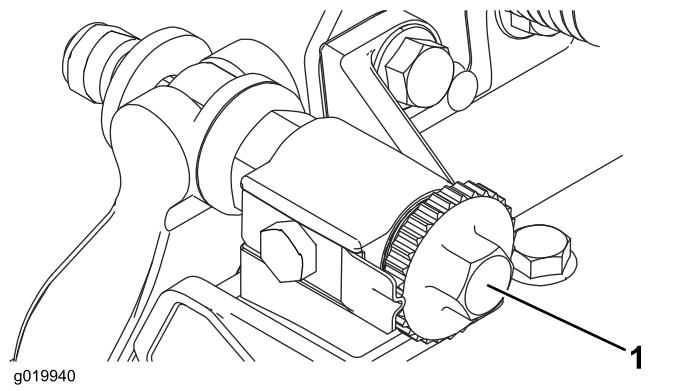

図 29
1. ベッドナイフ調整ノブ図 29を左に回して、ベッドナイフとリールの接触を完全になくす。